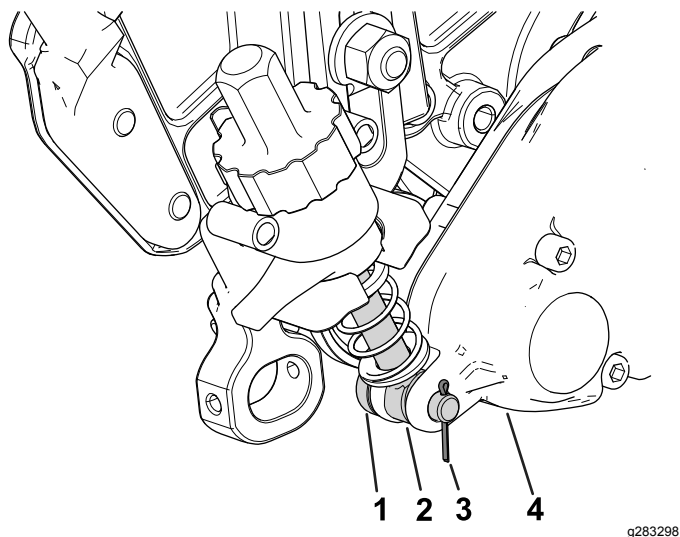

Figura 12
- Fate scorrere l'asta del gruppo braccio regolatore accanto alla scatola ingranaggi del groomer nello spazio sulla scatola ingranaggi e fissatelo con un perno regolatore e una coppiglia (Figura 12).